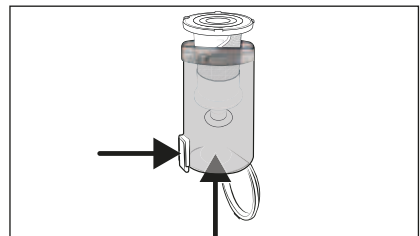

Fig. 18
- 3) Para retirar el filtro de acero inoxidable 5 del depósito de polvo 6, pulse el botón de desencastre de la tapa del depósito de polvo 7. Tras esto, retire el filtro de acero inoxidable 5 del depósito de polvo 6 deslizándolo desde abajo (consulte la fig. 18).